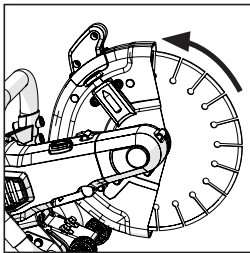

FIG. 5
- Gire la protección de la hoja hasta la posición óptima con el mango de rotación de la protección de la hoja. (Fig. 5)